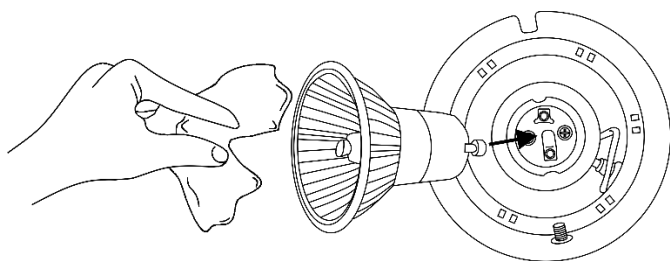

Fig. 05
- 04) Insérez la lampe (fig. 05).